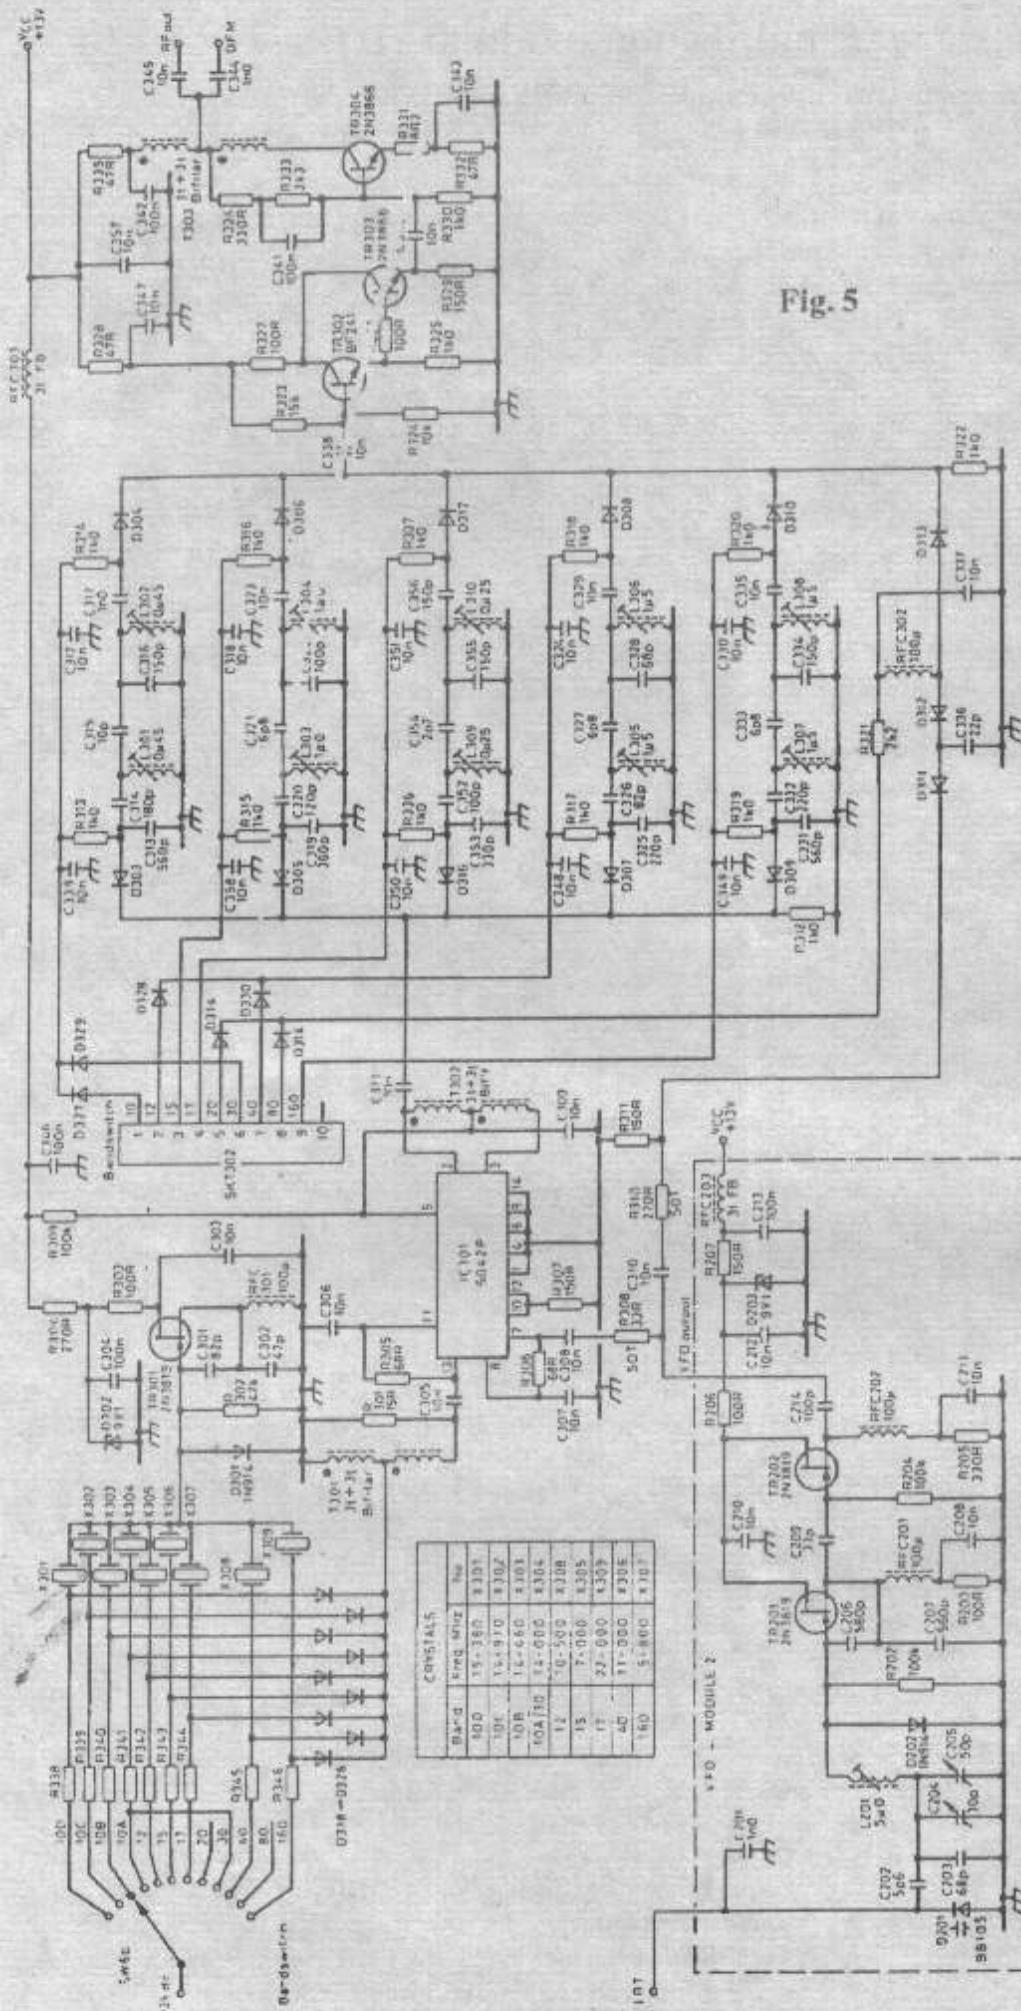

Fig. 5
In Fig. 5 este dată schema pentru oscilatorul local. Aceasta cuprinde oscilatorul cu frecvență variabilă (VFO), oscilatorul cu cristale (XO), premixerul, filtrele trece-bandă și amplificatorul de bandă largă. Toate acestea constituie oscilatorul local (LO) al transceiverului, cel care generează semnalul care se aplică mixerului în inel din modulul 1.
Ieșirea VFO-ului este cuplată printr-o bucată mică de cablu coaxial RG174 la IC301 (Fig. 5) - un circuit SO42P de la Siemens, circuit care este un mixer dublu echilibrat. R308 atenuază un pic semnalul de la VFO și poate fi modificată (prin înlocuirea ei cu una de altă valoare) pentru a obține o injecție de semnal din VFO care să nu depășească 100mV la pinul 7 al lui IC301. (N. Trad. Dacă nu se specifică altfel tensiunile de curent alternativ sunt date în valori efective). Semnalul de la VFO mai este transmis, prin R310 la un comutator cu diode compus din D311, D312 și D313. În benzile de 3,5MHz și 14MHz, comutatorul acesta este activat (aplicind +13V din comutatorul de bandă prin diodele D314 și D315), permitînd semnalului de la VFO să ajungă direct la amplificatorul de bandă largă compus din TR302, TR303 și TR304, unde este amplificat pînă la un nivel de cca. 500mV, nivel necesar atacării mixerului în inel cu diode SBL-1 din modulul 1. TR302 și TR303 sunt montate în conexiune Darlington, asigurînd un ciștig ridicat, impedanță de intrare mare și impedanță mică de ieșire. Ei atacă apoi pe TR304, un amplificator de putere realizat cu 2N3866, lucrînd în clasa A și avînd o reacție negativă locală pentru a îmbunătăți liniaritatea circuitului. Tranzistorul TR304 necesită un mic radiator. Ieșirea lui TR304 este adaptată la 50Ω de către T303, un transformator 4:1. Semnalul de ieșire trebuie să aibă un nivel de cca. 500mV. Ciștigul acestui etaj este prescris de către R331 (valoare nominală $8,2\Omega$) și poate fi reglat dacă este necesar. Ieșirea de la amplificatorul de putere este condusă printr-o bucată de cablu RG174 către mixerul în inel cu diode.